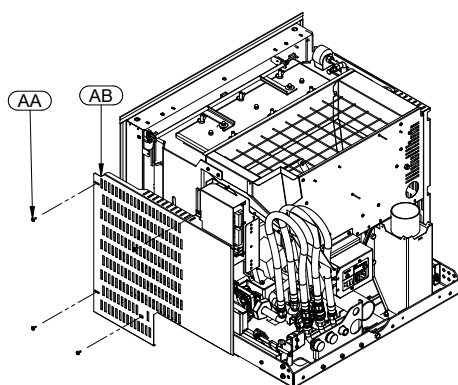
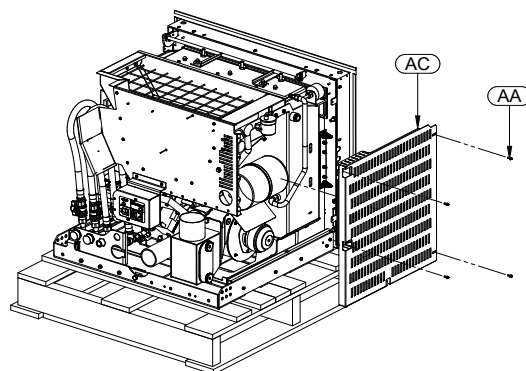

Figura 3
Figura 4
- Togliere il fianco AB e AC agendo sulle viti AA (Figura 3 e Figura 4).